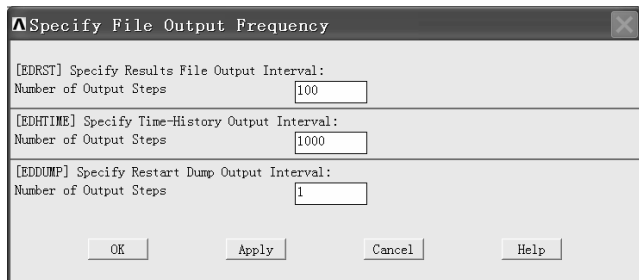

图 2-179 “Specify File Output Frequency” 窗口
(4) 在“Specify Output File Types for LS-D...”窗口中“File options”后的方框中选择“Add”（单击该方框后的倒立三角形来选择）。在“Produce output for...”后的方框中选择“LS-DYNA”（单击该方框后的倒立三角形来选择）。然后单击该窗口中的“OK”按钮。
(5) 依次选择 Main Menu>Preprocessor>Solution>Output Controls>File Output Freq>Number of Steps，弹出“Specify File Output Frequency”窗口（见图 2-179）。
(6) 在“Specify File Output Frequency”窗口中的“[EDRST] Specify Results File Output Interval:”后的方框中输入“40”，在“[EDHTIME] Specify Time-History Output Interval:”后的方框中输入“40”，然后单击该窗口中的“OK”按钮。